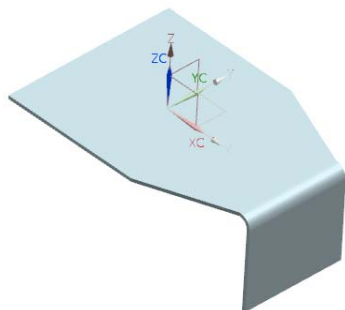

图 7-16 创建第 1 条弯边后的零件
(4) 在“弯边”对话框中单击<确定>按钮，创建了如图 7-16 所示的弯边特征。